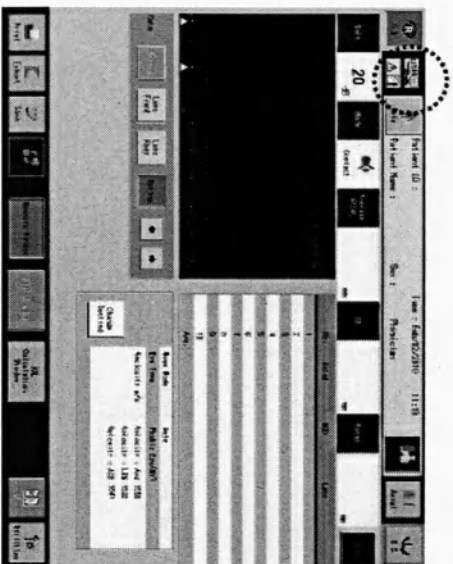

Рис. 2
Для прекращения связи щелкните кнопку "Cancel" (2) (Рис. 2).